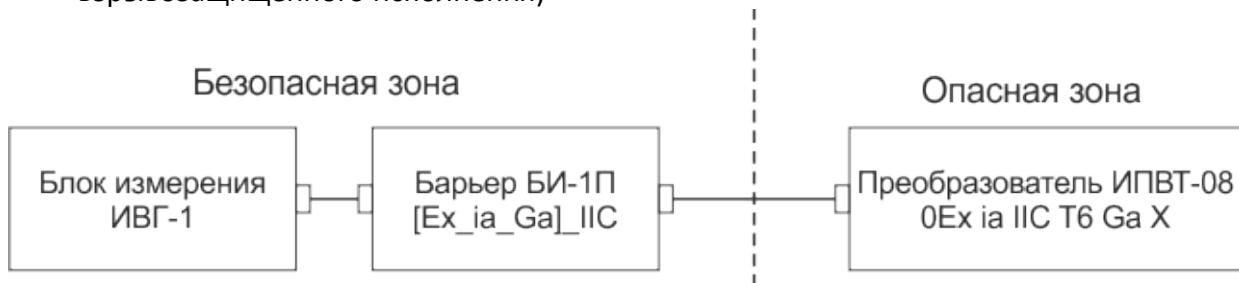

Рисунок 5.20 Схема подключения составных частей прибора
- 5.2 Подключить составные части прибора согласно схеме на рисунке Рисунок 5.20. (Для взрывозащищенного исполнения)